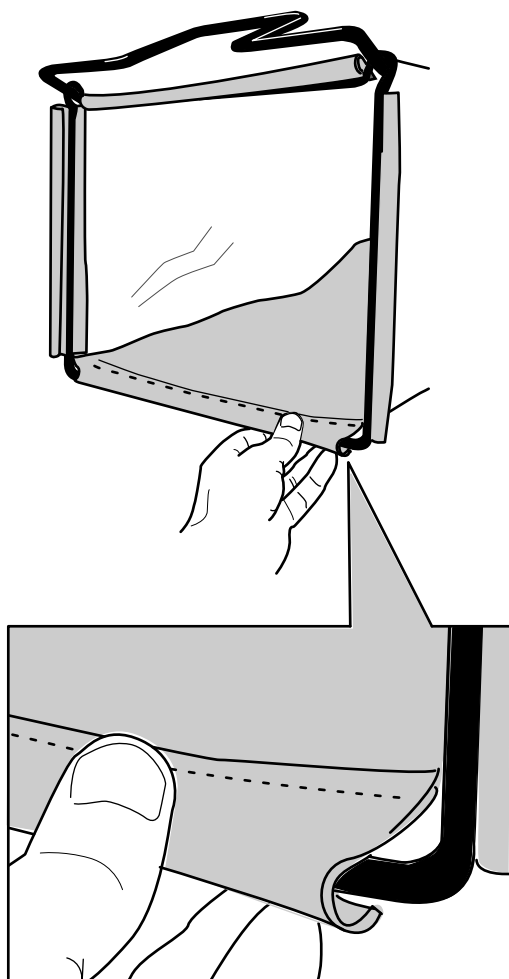

Figura 7
2. Enganche el canal inferior de la bolsa en la parte inferior del bastidor (Figura 7).
3. Enganche los canales superiores y laterales de la bolsa en la parte superior y en los laterales del bastidor, respectivamente (Figura 7).